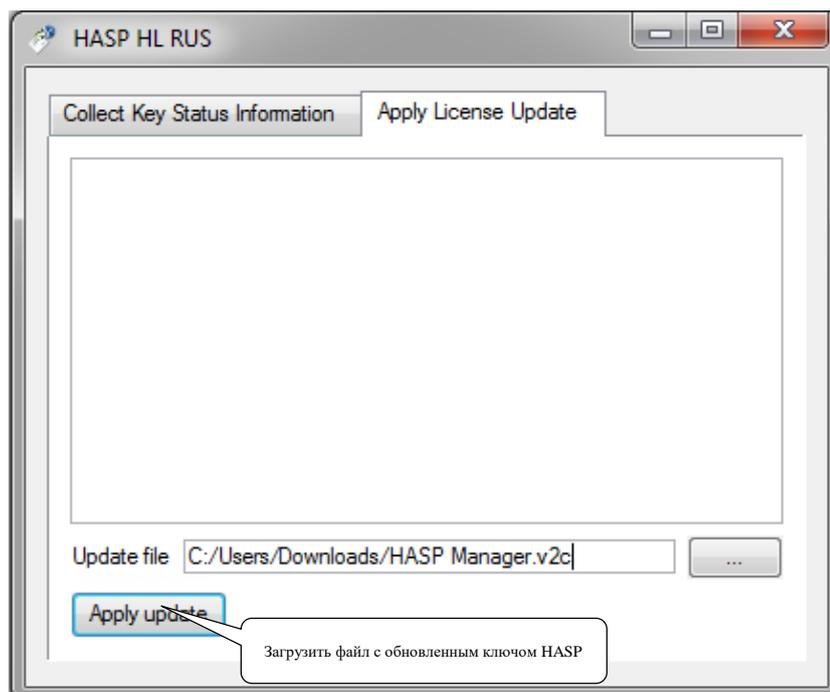

Рисунок 34.3 – Окно «HASP_Manager», загрузили файл с лицензией
– Затем в окне «HASP_Manager» следует перейти на закладку «Apply License Update» и загрузить полученный файл на компьютер (рисунок 34.3).